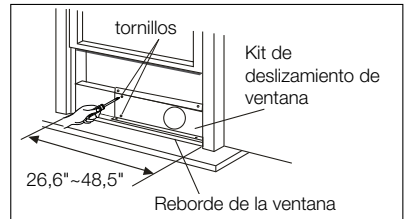
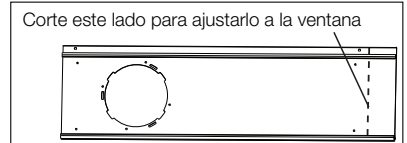
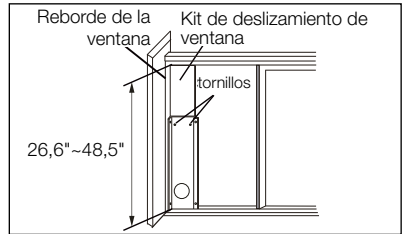

Fig. 13
Fig. 14
Fig. 19
2. Abra la ventana de guillotina y coloque el kit de deslizamiento de ventana en el reborde (Fig. 13). Acople el kit de deslizamiento de ventana al reborde. Ajuste la longitud del kit de deslizamiento en función del ancho de la ventana. Atornille los dos tornillos al kit de deslizamiento de ventana. Consulte la Fig. 13. Corte el kit de deslizamiento de ventana ajustable si el ancho de ésta es inferior a 67,56 cm (Fig. 14).
- Abra la ventana de guillotina y coloque el kit de deslizamiento de ventana en el reborde. Consulte la Fig. 19. Acople el kit de deslizamiento de ventana al reborde. Ajuste la longitud del kit de deslizamiento en función de la altura de la ventana. Atornille los dos tornillos al kit de deslizamiento de ventana. Consulte la Fig. 19. Corte el kit de deslizamiento de ventana ajustable si la altura de ésta es inferior a 67,56 cm (Fig. 14).